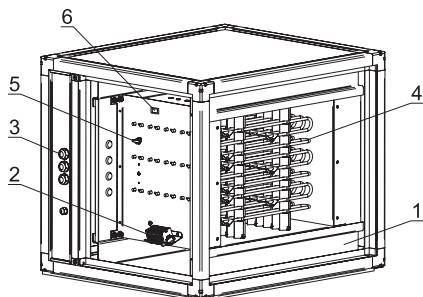

Рисунок 22
Секция воздухонагревателя (рис.22) предназначена для нагрева воздуха, подаваемого установкой в обслуживаемое помещение и представляет собой корпус, расположенный на направляющих (1), в котором находятся ТЭНы (4). Электрический воздухонагреватель имеетстроенную защиту от перегрева – два независимых биметаллических термовыключателя с самовозвратом. Один (6) с температурой срабатывания 70°C как защита против перегрева, а второй (5) с температурой срабатывания 130°C для защиты от пожара. Отсек электроподключения расположен за съемной панелью. Подключение питания к электрокалориферу (нагревателю) осуществляется через клеммную колодку (2), установленную на нем.